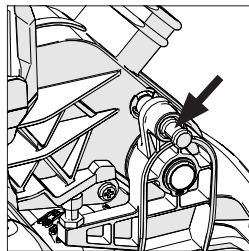

Abb. 15
- Vergewissern Sie sich, dass sich der Schneidkopf in der gesperrten Position befindet. Dabei muss der Verriegelungsbolzen vollständig in seiner Halterung eingerastet sein (**Abb.15**).
- Vergewissern Sie sich, dass sich der Schneidkopf in der gesperrten Position befindet und der Verriegelungsstift vollständig in seiner Fassung eingerastet ist (**Abb. 15**).
- Ziehen Sie den Rastbolzen (**Abb. 15**) heraus und lassen Sie den Schneidkopf in seine aufrechte Position fahren.